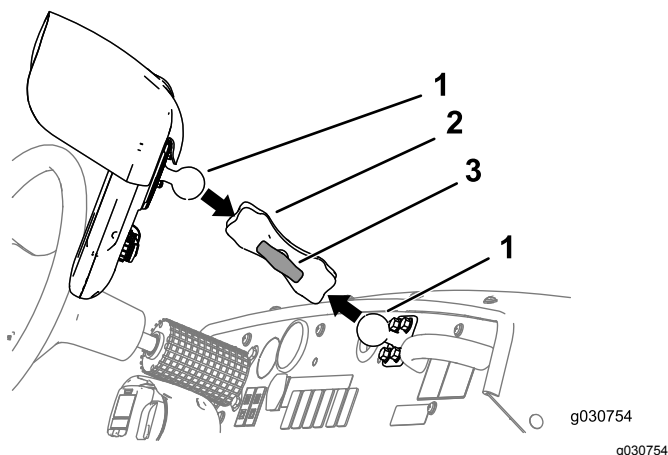

Bild 159
3. Lösen Sie das Handrad des Monitorarms, bis Sie den Kugeldrehzapfen für das Anschlussstück an der Rückseite des Sprühmonitors und den Kugeldrehzapfen für die Befestigung am Armaturenbrett in die Fassung des Monitorarms schieben können (Bild 159).
4. Stellen Sie vom Fahrersitz (linker Sitz) die Position des Sprühmonitors so ein, dass Sie den Anzeigebildschirm gut sehen können (Bild 159).
5. Ziehen Sie das Handrad für den Monitorarm mit der Hand an (Bild 159).